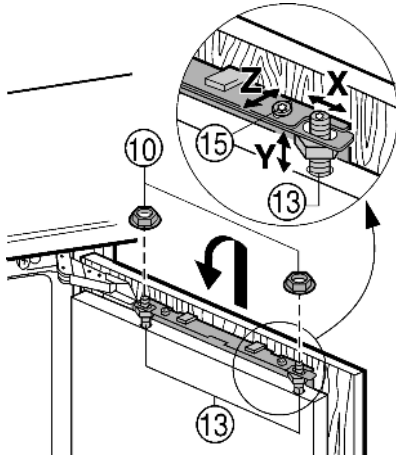

Fig. 18
- ▶ Прилаштуйте дверцята шафи на регулюючі гвинти Fig. 18 (13) та нещільно закрутіть на них контргайки Fig. 18 (10).
- ▶ Вирівняйте висоту Y та боковий нахил дверцят шафи: Встановіть регулюючі гвинти Fig. 18 (13) за допомогою викрутки.
- ▶ Затягніть контргайки Fig. 18 (10).